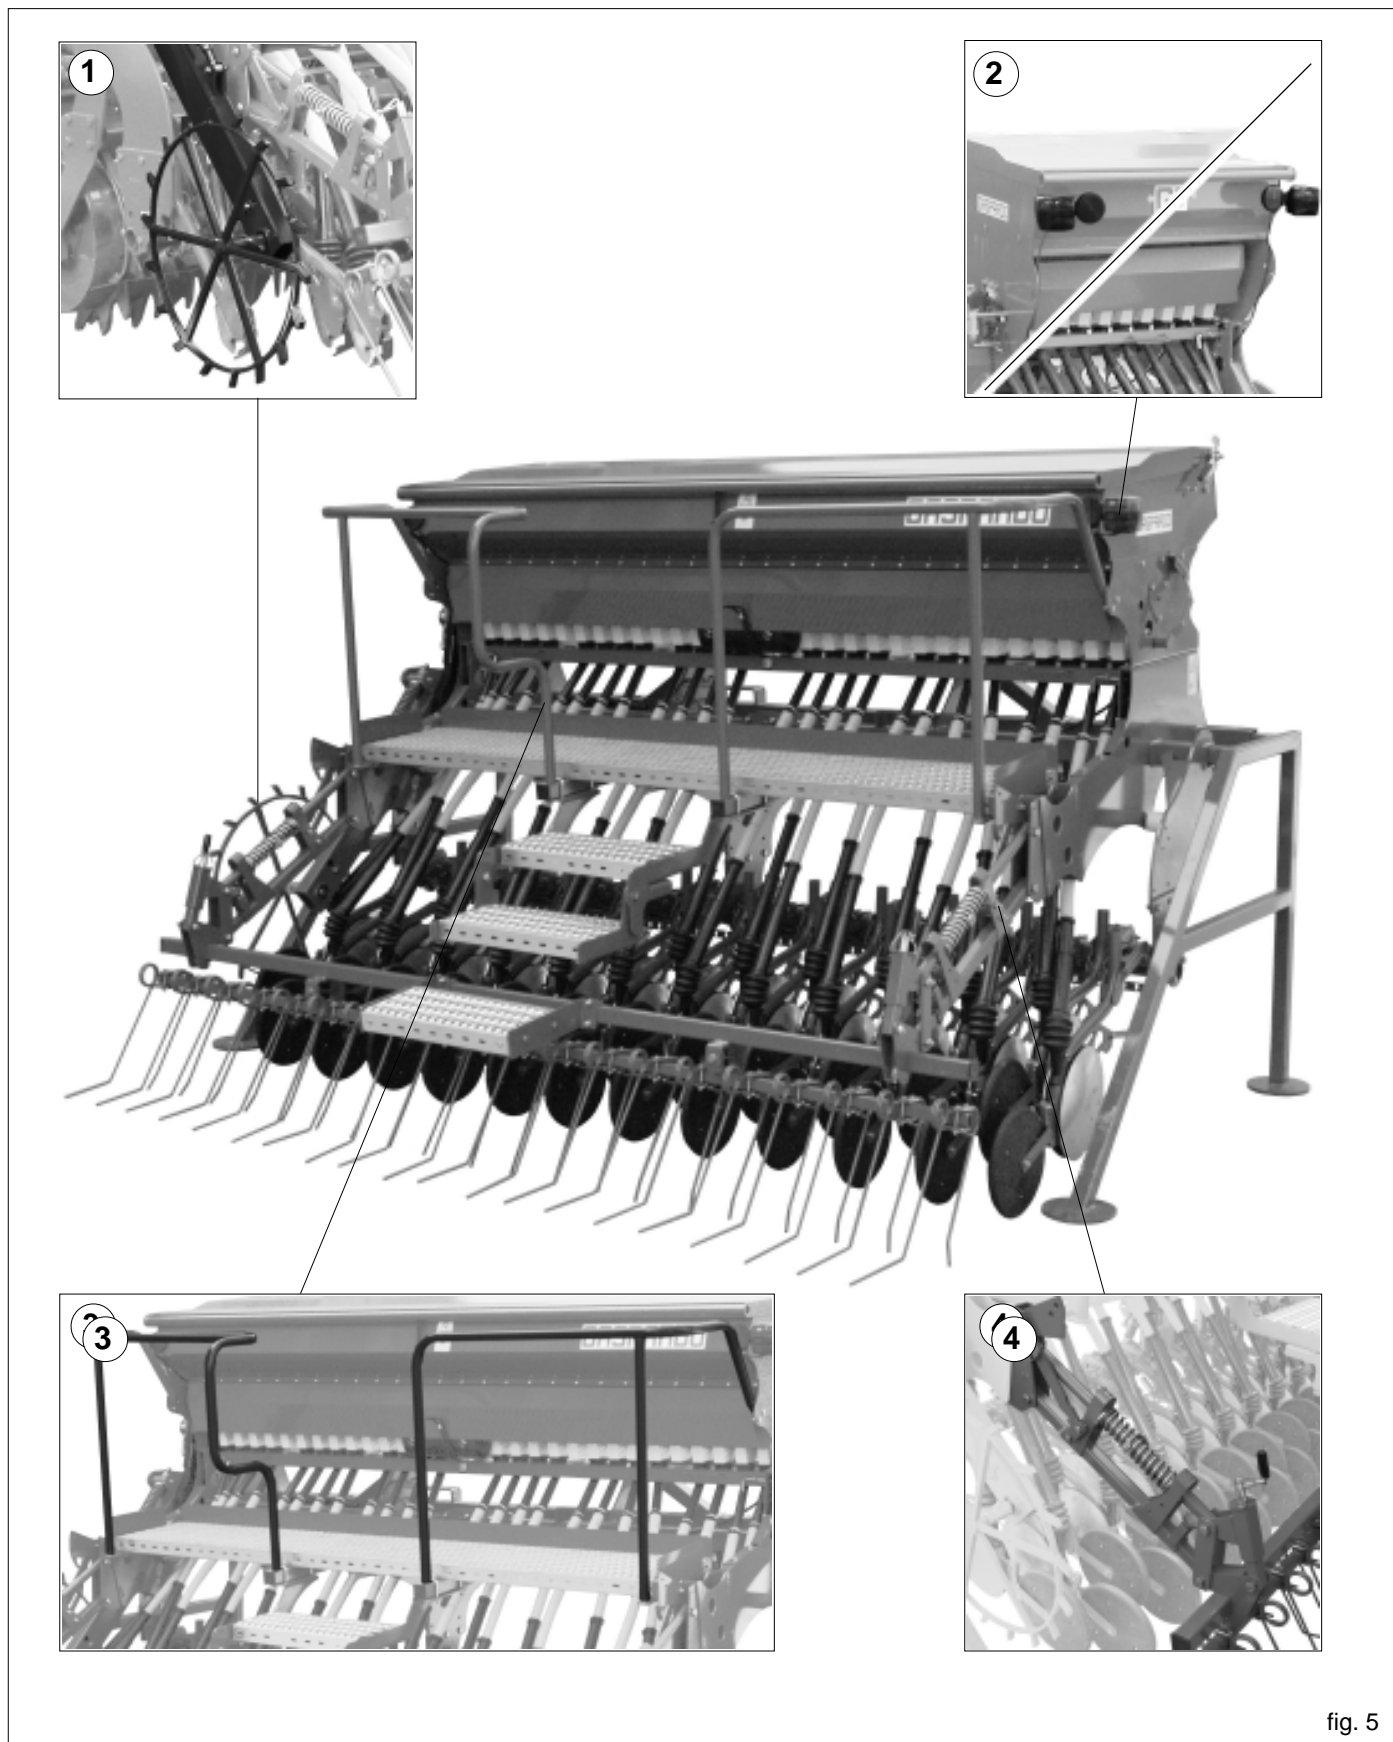

fig. 5
- 35) Qualora gli ingombri costituiti da attrezzature portate o semi-portate occultino la visibilità dei dispositivi di segnalazione e di illuminazione della trattrice, questi ultimi devono essere ripetuti adeguatamente sulle attrezzature, attenendosi alle normative del codice stradale in vigore nel relativo paese. Accertarsi, quando in uso, che l'impianto luci sia perfettamente funzionante. Si rammenta inoltre che la corretta sequenza segnaletica dei fanali prevede (Fig. 5):
Per ragioni connesse al trasporto, la ruota di trasmissione (1, Fig. 5), il gruppo segnalazione ottica posteriore (2), le protezioni della pedana (3), l'erpice copriseme posteriore (4) ed i dischi marcafile non sono montati.
Provvedere alla loro installazione (Fig. 5) prima di utilizzare la seminatrice secondo gli schemi allegati alla macchina.